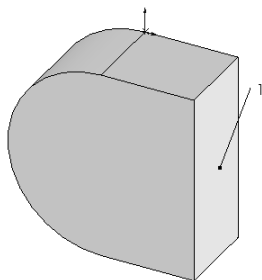

图 6-71 创建拉伸特征
6) 设置视图方向。单击“标准视图”工具栏中的 (等轴测) 按钮, 将视图以等轴测方向显示, 创建的拉伸特征如图 6-71 所示。
7) 抽壳实体。单击“特征”控制面板中的 (抽壳) 按钮, 系统弹出“抽壳”属性管理器。在“参数”选项组的 (厚度) 文本框中输入“1”, 单击 (要移除的面) 图标右侧的列表框, 选择图 6-71 所示的面 1, “抽壳”属性管理器设置如图 6-72 所示, 单击 (确定) 按钮。